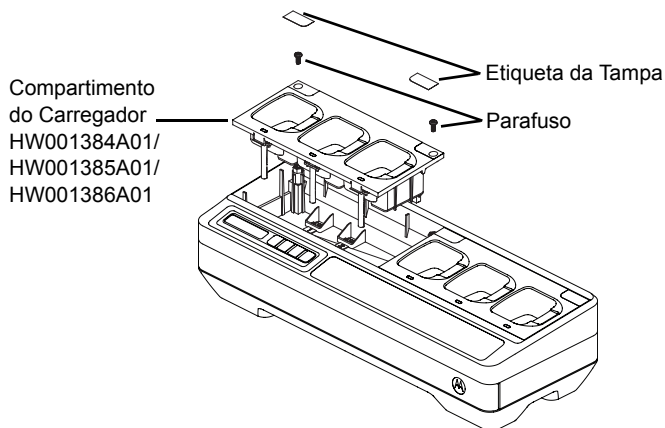
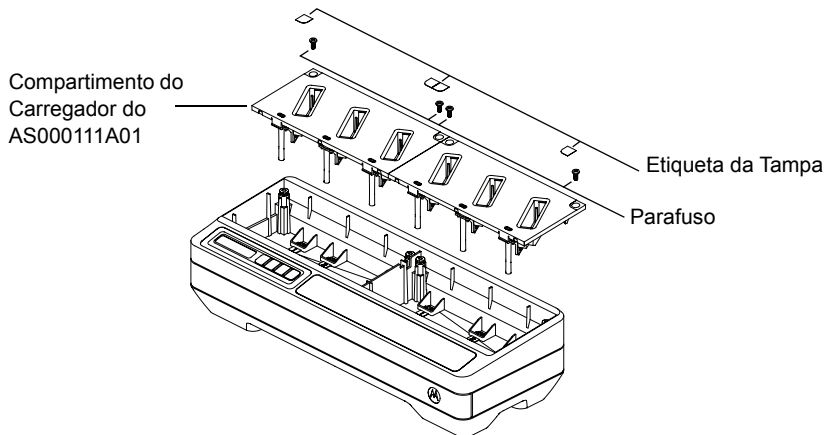

Figura 24: Instalação e Remoção do Compartimento do Carregador HW001384A01/HW001385A01/HW001386A01
Figura 25: Instalação e Remoção do Compartimento do Carregador AS000111A01
4. Remova o Chicote do Compartimento puxando-o para cima do conector (Consulte a Figura 24 e Figura 25).